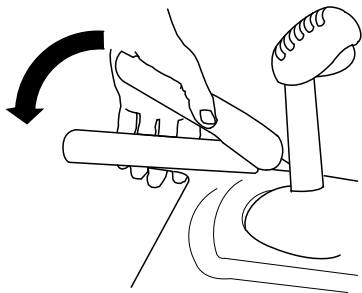

Рисунок 22
1. Для включения привода тяги прижмите левый рычаг (тяги) к рукоятке (Рисунок 22).